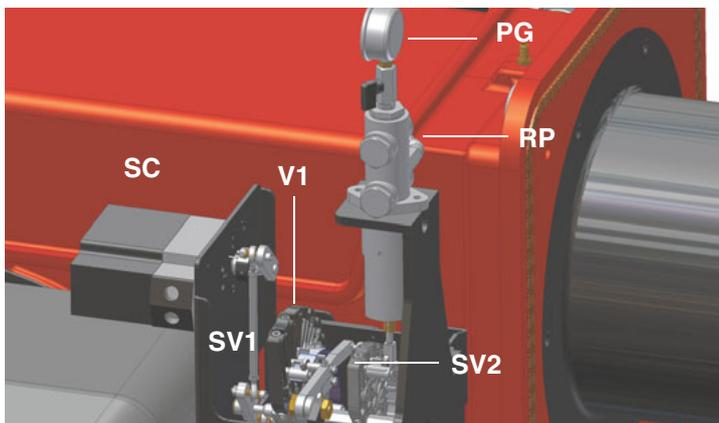

Рис. 23
- 10 для получения максимального расхода дизельного топлива регулировать давление (считывая значения на манометре PG), не изменяя при этом, уже отрегулированный, во время настройки работы на газе, расход воздуха (см. предыдущий параграф): все время проверяя параметры продуктов сгорания, воздействовать на винт варьлируемого сектора, соответствующий жидкому топливу **SV2** (см. Рис. 23), но по достижении положения большого пламени.